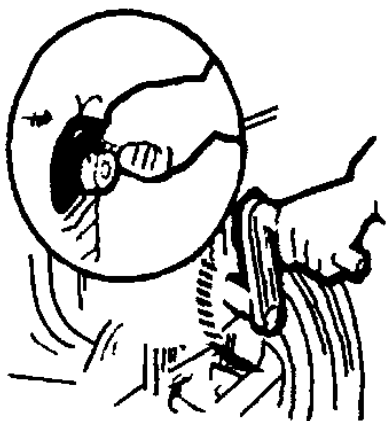

Рис.10. Положение «Декомпрессия»
- Рукоятку декомпрессора установить в положение «Декомпрессия», рычаг управления подачей топлива в положение «Закрыто», маховик двигателя повернуть на несколько оборотов рукояткой (См. Рис. 10).
- Нажмите на декомпрессионный рычаг, расположенный на головке цилиндра, что бы выровнять давление (См. Рис.10;13).